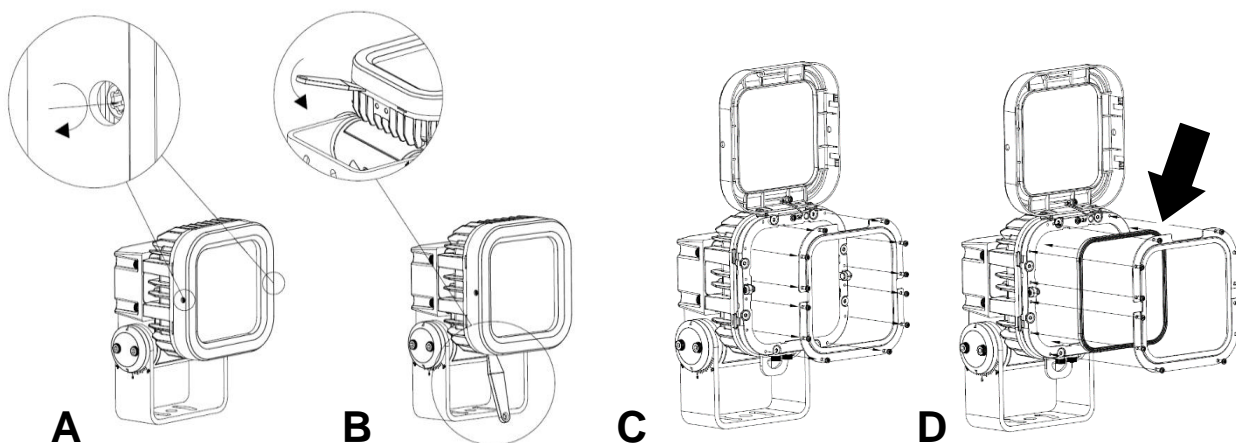

Figura 5. Instalación de microlente
2. Consulte **A** en la Figura 5. Afloje los tornillos cautivos de ambos lados del marco embellecedor (o Baffle Snoot, si se usa) en el frontal del dispositivo, presionándolos y girándolos en el sentido de las agujas del reloj hasta que lleguen a un tope.